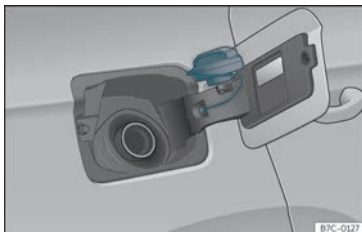

Fig. 253 Tapa do depósito co tapón encaixado.
• Colóqueo no espazo que hai na bisagra da tapa aberta >>> fig. 253.